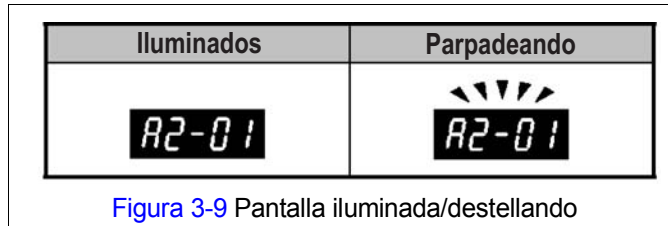

Figura 3-9 Pantalla iluminada/destellando
- 3.6.6 Durante el funcionamiento la pantalla de datos se iluminará o destellará los datos como se muestra en la Figura 3-9.